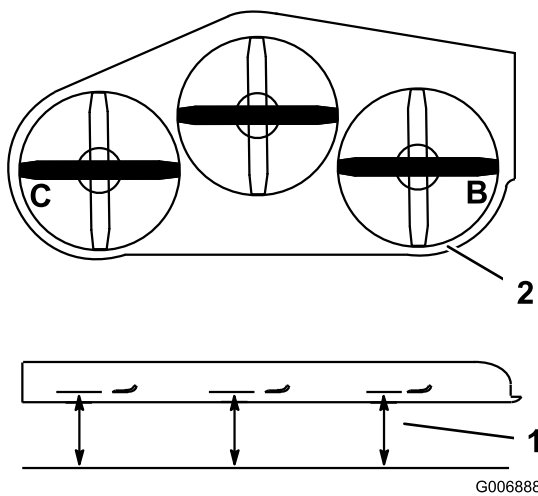

Bild 87
4. Messen Sie von einer ebenen Fläche bis zu den Stellen **B** und **C** an den Schnittkanten der Messerspitzen (Bild 87).